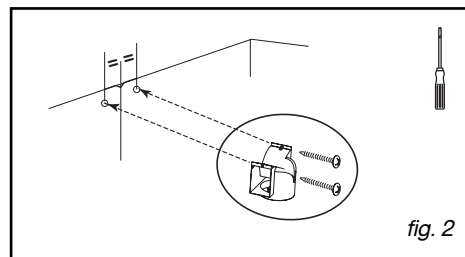

fig. 2
– Haak de afzuigkap op de twee schroeven (D/fig.2).
– Zet de terugslagklep op de motoruitgang (fig.2). Hiermee wordt voorkomen dat lucht van buiten naar binnen komt.
- Bevestig de plastic rookdeflector tegen de muur en tegen het plafond, met de twee schroeven (fig.2). Centreer de deflector in verhouding tot de verticale lijn op de muur (fig.2).
- Verwijder de filtercassettes (fig.2).